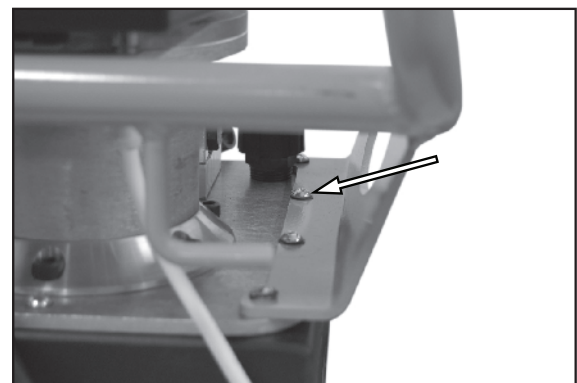

Figura 23.
2. Consulte la Figura 23. Desmonte y deseche los ocho tornillos.